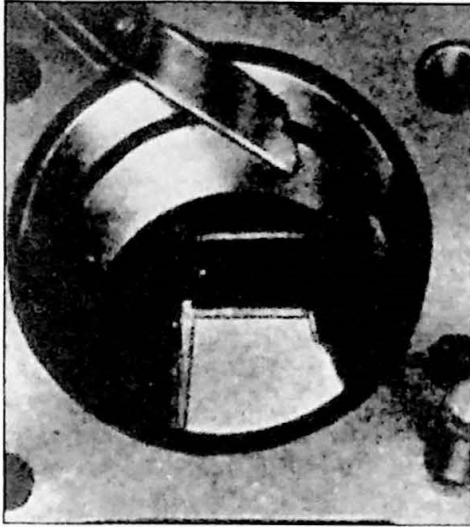

Fig. 2.23 Meten van de ruimte in de zuigerveren
1. Breng de zuigerveren één voor één in een cilinderbus. Gebruik een zuiger ondersteboven, zodat de veren de juiste positie krijgen. Meet de ruimte tussen de uiteinden van de zuigerveren met een voelmaat (Fig. 2.23). De ruimte moet tussen de 0,25 en 0,50 mm bedragen. Indien noodzakelijk kan deze ruimte worden vergroot met een speciale vijl.